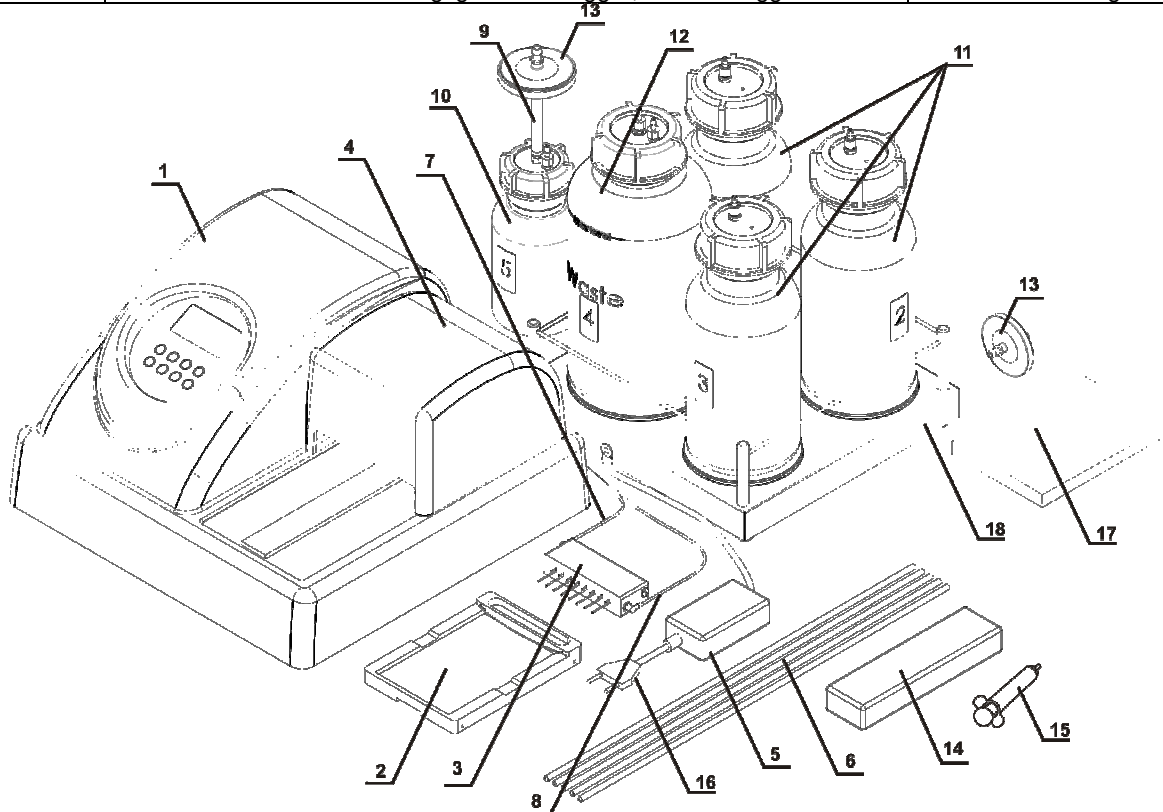
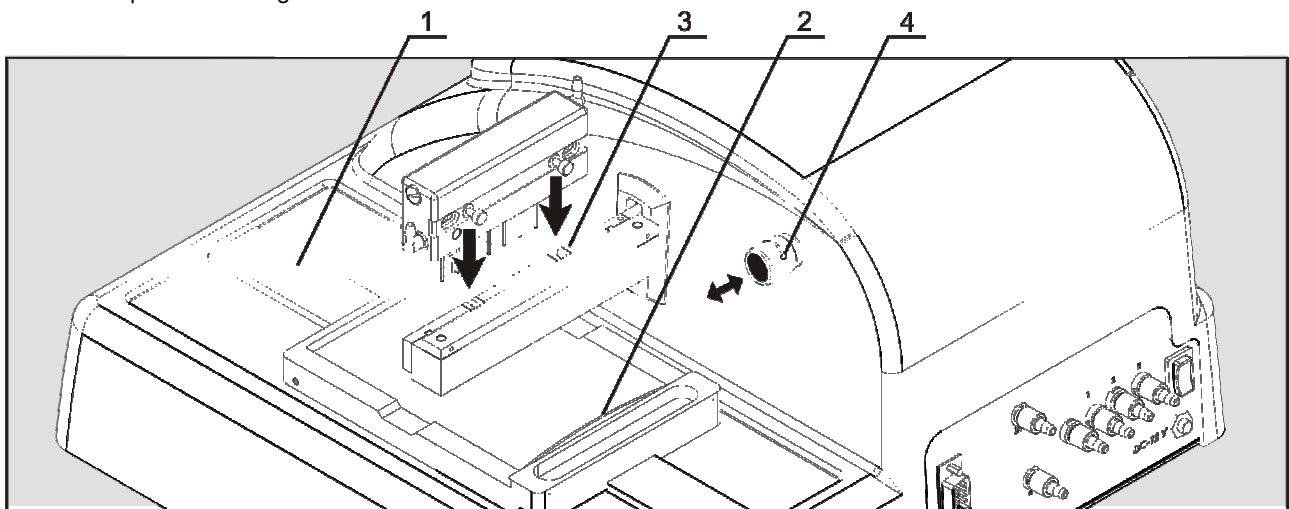
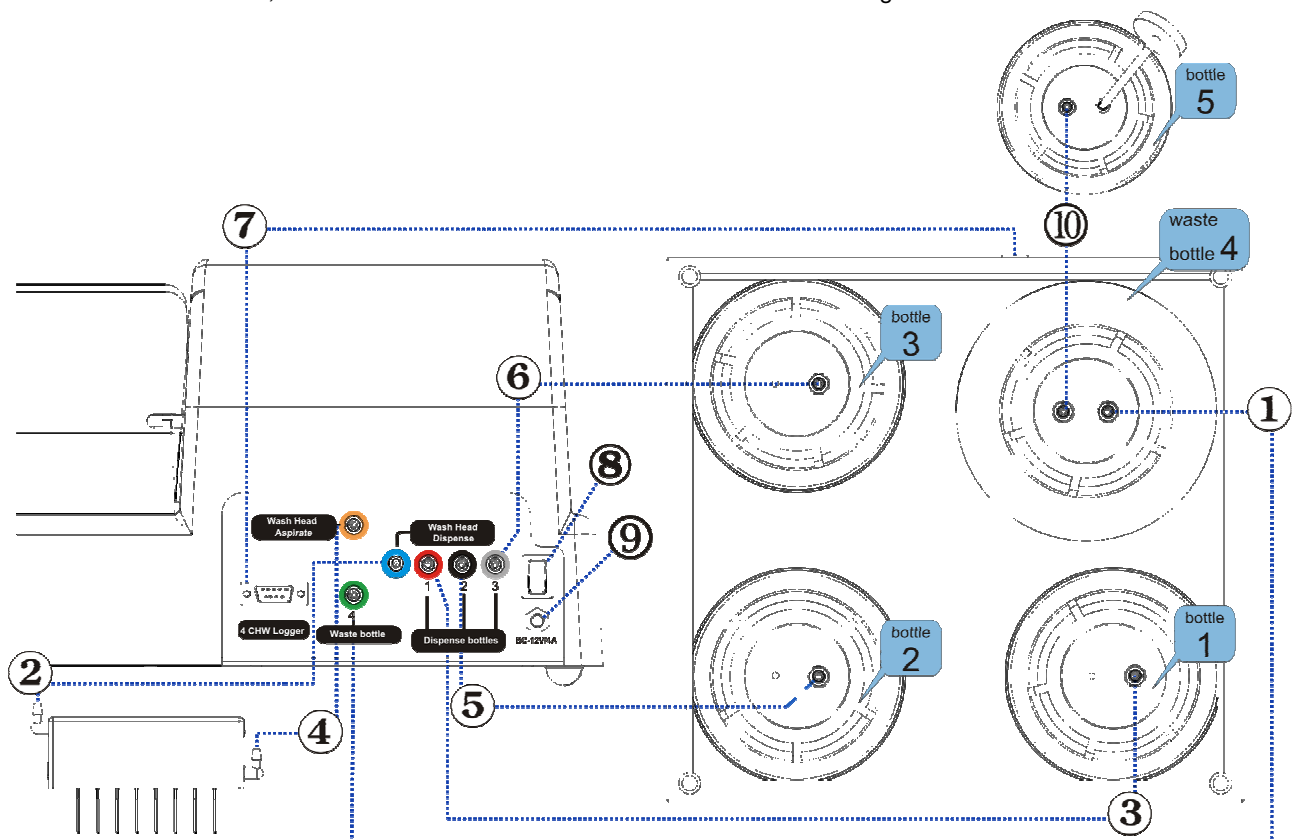

Abb. 1 Lieferset
Abb. 2. Installation der Plattform und des Verteilers
Abb. 3. Montagediagramm
- 3.4.3. Platzieren Sie die Plattenplattform auf die Schiene (Abb. 2/1), so dass der Plattenhalter (flache Feder) zur Rückseite des Geräts schaut (Abb. 2/2). Der Magnet auf der anderen Seite der Schiene wird die Plattform auf Startposition bewegen.
3.4.6. Platzieren Sie den Verteiler auf die Halterungsarme, so dass die Führungspins des Verteilers in die entsprechenden Rillen des Halterungsarms rutschen (Abb. 2/3).
3.4.7. Schließen Sie den Eingangssteckverbinder des Verteilers, der die Flüssigkeit versorgt, und den **Waschkopfdispensionssteckverbinder (blau)** auf der Rückwand des Geräts (Abb. 3/2) an das Rohr an (Abb. 1/7).
3.4.8. Schließen Sie den Ausgangssteckverbinder des Verteilers und den **Waschkopfaspersionssteckverbinder (gelb)** auf der Rückwand des Geräts (Abb. 3/4) an das Rohr an (Abb. 1/8).
3.4.9. Schließen Sie den **Abfallflaschenausgang (4 - grün)** auf der Rückseite des Geräts an den Steckverbinder der 2-Liter-Flasche (Nummer 4) zum Sammeln von Abfalllösung an (Abb. 3/1).
3.4.10. Setzen Sie das Rohr für den wasserabweisenden Filter (Abb. 1/9) an den Steckverbinder der 0,5-Liter-Flasche (Nummer 5) ein und schließen Sie dann den Filter an das Rohr an (Abb. 1/13). Beim Installieren des Filters muss die „IN“-Markierung der Flasche Nummer 5 gegenüberliegen (Abb. 11).
3.4.11. Schließen Sie die Abfallflasche an die 0,5-Liter-Flasche (Nummer 5) (Abb. 3/10) an.
3.4.12. Schließen Sie die Flasche mit Puffer 1 an den Eingangssteckverbinder [1 -rot] auf der Rückseite (Abb. 3/3) an das Rohr (Abb. 1/6) an.
3.4.13. Schließen Sie die Flasche mit Puffer 2 an den Eingangssteckverbinder [2 -schwarz] (Abb. 3/5) an das Rohr (Abb. 1/6) an.
3.4.14. Schließen Sie die Flasche mit Puffer 3 an den Eingangssteckverbinder [3 -weiß] (Abb. 3/6) an das Rohr (Abb. 1/6) an.
3.4.15. Führen Sie das Verteilerohr (Abb. 3/2) in die Ventilöffnung ein (Abb. 2/4). Drücken Sie das Ventil in Pfeilrichtung und halten Sie es, während Sie das Rohr strecken und es durch die Öffnung ziehen. Lassen Sie das Ventil los.
3.4.19. Schließen Sie den **RS-232** mit dem Kabel an den Stecker auf der Rückseite des Geräts an (Abb. 3/7).
3.5.1. Schließen Sie das externe Netzgerät an die Netzsteckdose (Abb. 3/8) auf der Rückseite des Geräts an.
3.5.2. Schließen Sie das Stromkabel an das externe Netzgerät an (Abb. 1/16).